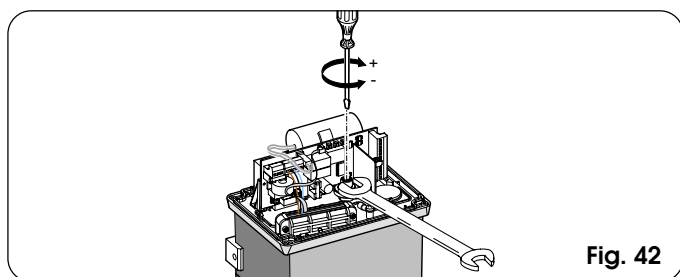

Fig. 42
- 2) Mantenga bloqueado el árbol motor utilizando una llave inglesa y manipule el tornillo de regulación del embrague con una llave Allen o destornillador, como se indica en la Fig. 42.